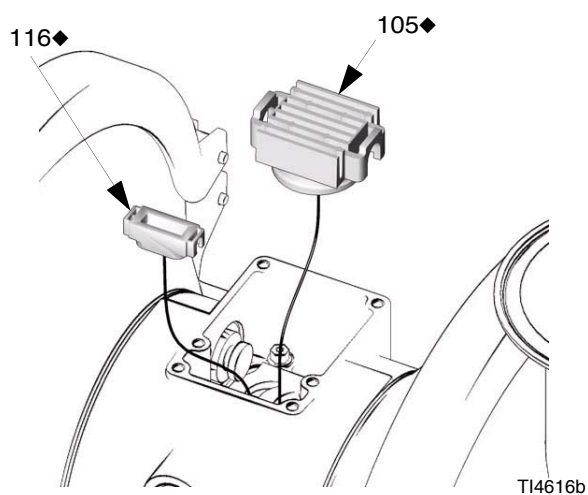

Рис. 11
6. Нанесите смазку на нижнюю поверхность блока управления (116) и установите блок так, чтобы его выступы зафиксировались в канавках на концах направляющих стержней (114). См. Рис. 11.
7. Нанесите смазку на нижнюю поверхность каретки (105) клапана. См. Рис. 11.
8. Установите каретку (105) клапана так, чтобы ее выступы вошли в канавки на узких концах приводных поршней (111). См. Рис. 11.